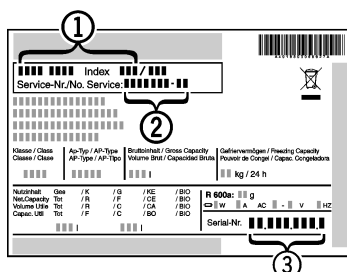

Fig. 7
- ▶ Consultar a identificação do aparelho *Fig. 7 (1)*, nº de serviço *Fig. 7 (2)* e nº de série *Fig. 7 (3)* na placa de características. A placa de características está localizada no interior do aparelho, do lado esquerdo.
- ▶ Informar o serviço de assistência ao cliente e comunicar o tipo de falha, identificação do aparelho *Fig. 7 (1)*, nº de serviço *Fig. 7 (2)* e nº de série *Fig. 7 (3)*.